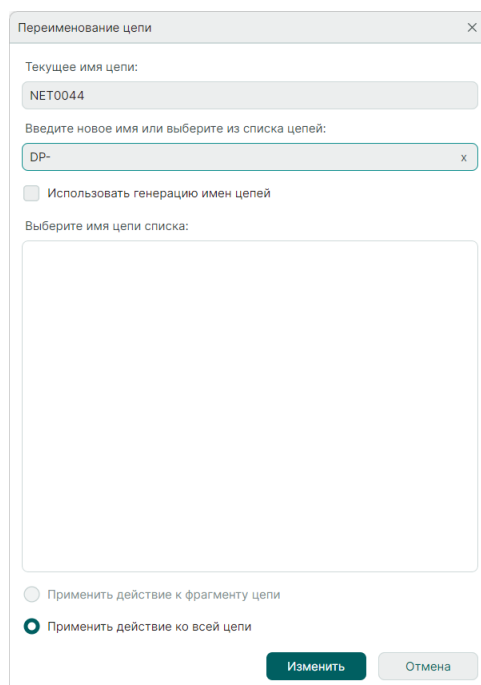

Рис. 141 Переименование второй цепи для создания диффпары
6. В окне «Переименование цепи» в поле «Введите новое имя или выберите из списка цепей» введите имя второй цепи, идентичное первой цепи с суффиксом «-» или «Name_N» в конце имени, см. Рис. 141.